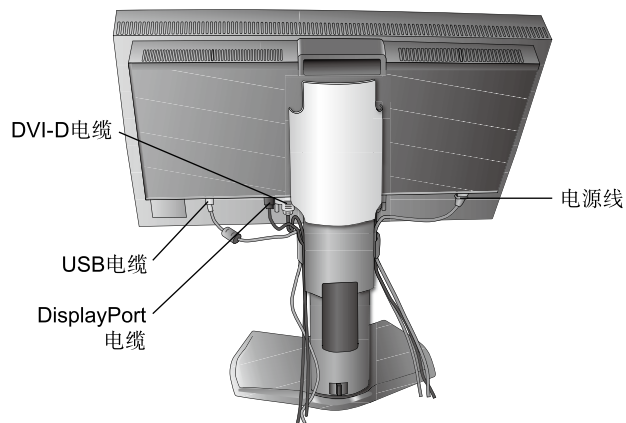
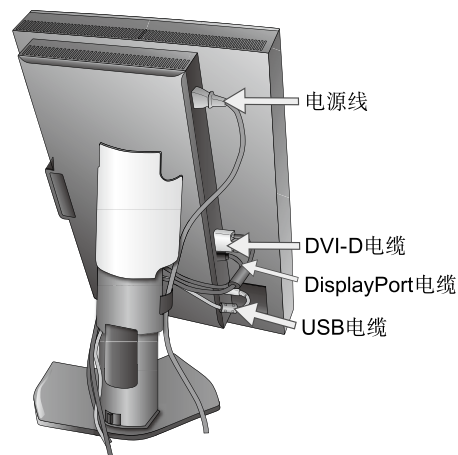

图 C.2
图 C.3
5. 要使电缆整齐有序，请将它们放入底座内建的电缆管理系统中。将各电缆牢固对称地置于不同挂钩上（图 C.2 和图 C.3）。